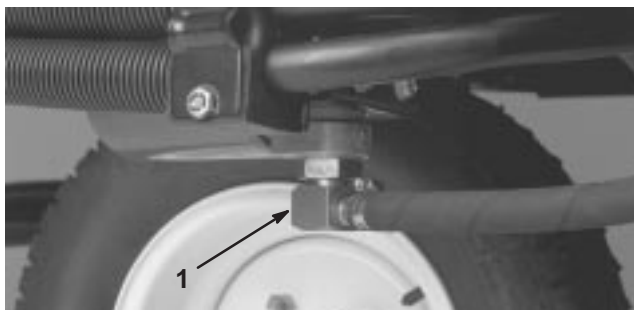
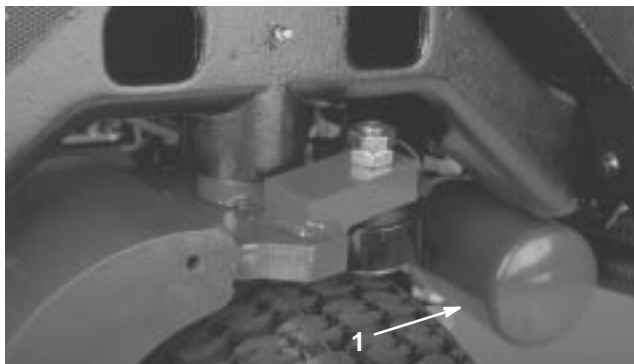

Figure 52
Figure 53
2. Débranchez la conduite hydraulique (Fig. 52) ou déposez le filtre hydraulique (Fig. 53) et laissez couler l'huile dans un bac de vidange. Rebranchez la conduite hydraulique quand toute l'huile s'est écoulée.
3. Nettoyez la surface de montage autour du filtre. Placez un bac de vidange sous le filtre (Fig. 53) et déposez le filtre.